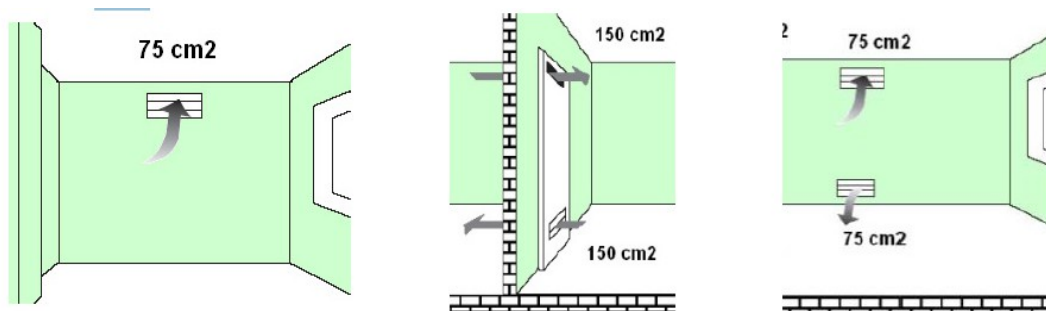

Рис. 1
- Вентиляционная решетка должна находится близко к кухонному полу и выходить наружу, ее минимальная площадь должна равняться 75 см². (рис. 1)